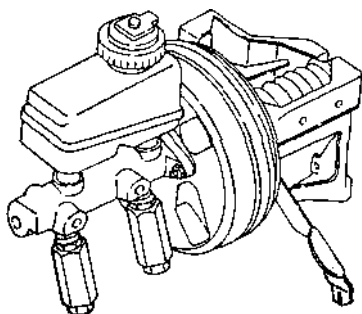

Рис. 7.14.
- отсоединить трубки привода тормозных механизмов задних колес от регуляторов давления (рис. 7.14);